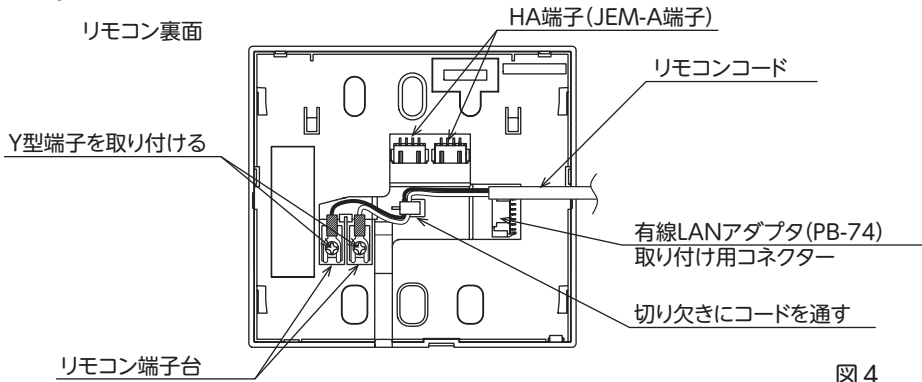

図4
2. リモコン裏面、端子台のねじ2本を緩めてリモコンコードのY型端子を接続する。(図4)